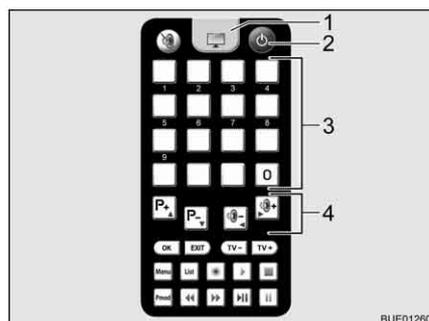

Fig. 26 Télécommande
- Appuyer sur la touche "⏏" (Fig. 26,2) de la télécommande. L'antenne satellite s'oriente à partir de la position rangée et se met en mode de recherche. Un signal acoustique retentit quand l'antenne a trouvé les satellites.
- Régler la station désirée au moyen des touches de mémoire (Fig. 26,3) ou de fonction (Fig. 26,4).